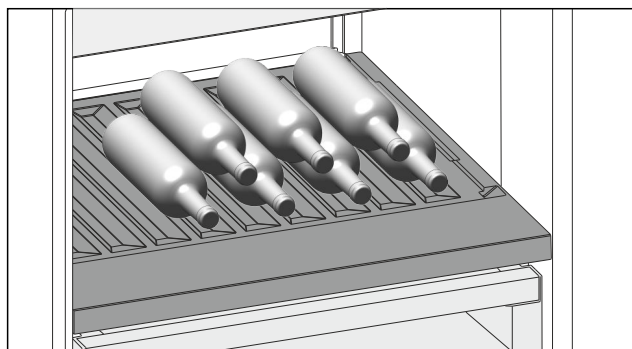

Fig. 99
- ▶ Láhve ukládejte dnem dozadu k zadní stěně. (viz Fig. 99)